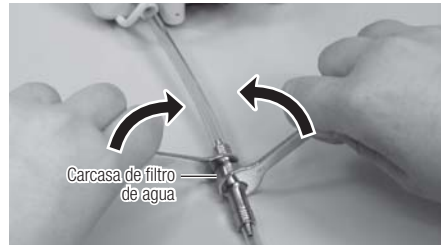

Fig. 25
- 1) Cierre la válvula de agua de la unidad dental a la que está conectado su PRESTO AQUA II. Monte dos llaves cilíndricas (5 x 8) tal y como se muestra en la Fig. 25 y gírelas tal como muestra la figura. Si con ello se gira el tubo de agua, suelte el giro rotándolo de manera que el extremo en el lateral de la unidad de control esté libre de giro.